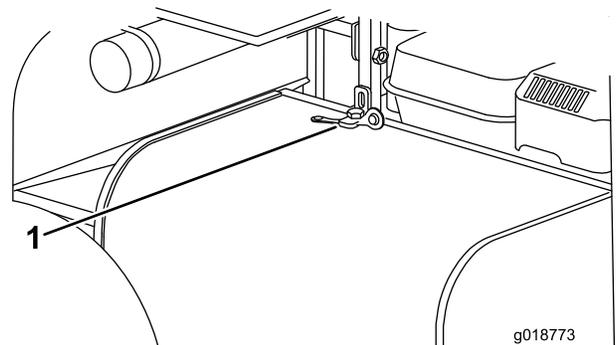

Figura 21
1. Retire el perno de montaje y la cubierta trasera (Figura 21)